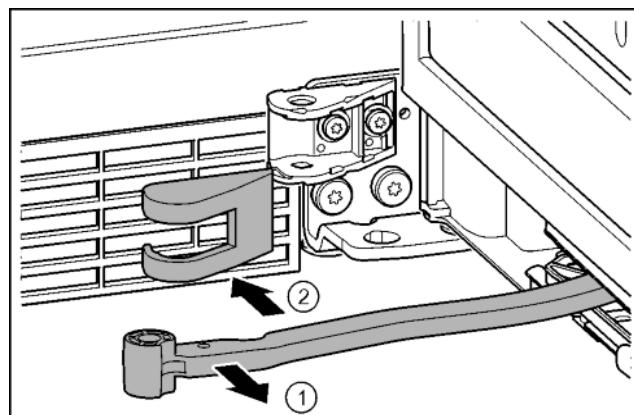

Fig. 19
- ▶ Повернуть шарнир в направлении двери. Fig. 19 (1)
- Снять крышку опорного кронштейна. Fig. 19 (2)